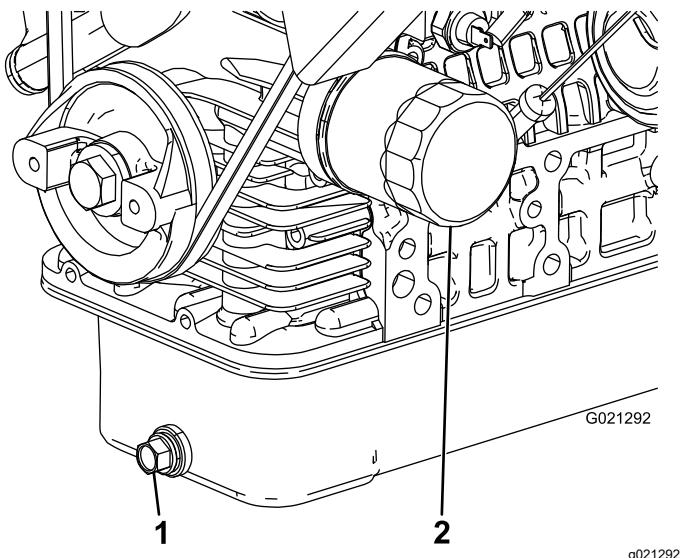

Figure 45
2. Enlevez le bouchon de vidange et laissez couler l'huile dans un bac de vidange (Figure 45).
4. Déposez le filtre à huile (Figure 45).